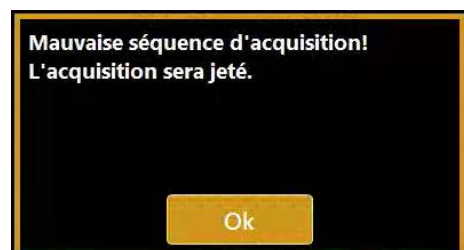

Fig. 38
2. Cliquez sur le joystick pour activer le guide de focalisation, suivre les flèches de focalisation jusqu'à ce que les marques vertes sont présentés et le message "CORRECT CONCENTRER: ASK PATIENT AU BLINK" (Fig. 38).